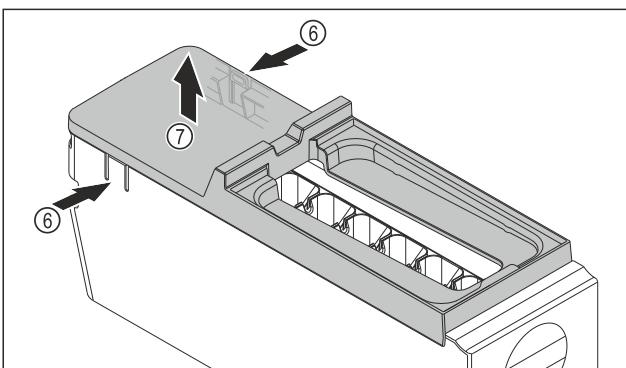

Fig. 125
- Abdeckung des EasyTwist-Ice-Körpers entnehmen: Laschen Fig. 125 (6) an den beiden Seiten des EasyTwist-Ice-Körpers mit einer Hand drücken.
- Abdeckung Fig. 125 (7) mit der anderen Hand nach oben entnehmen.